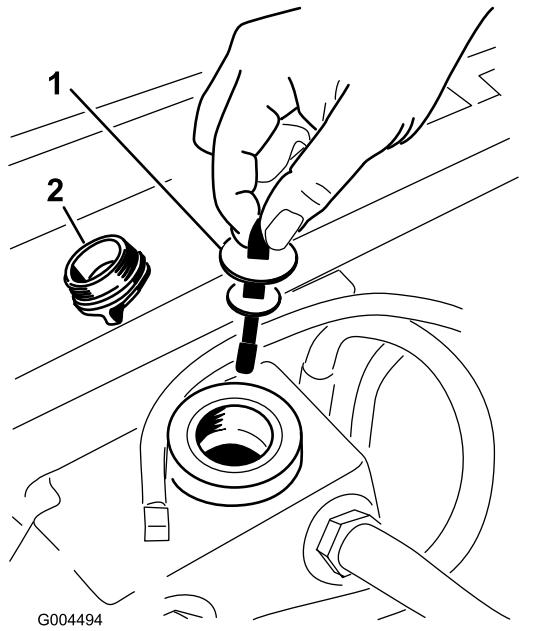

Figura 85
5. Retire el tapón de llenado de aceite hidráulico del cuello de llenado (Figura 85).
6. Retire la varilla y límpielo con un paño limpio (Figura 85).
7. Introduzca la varilla en el cuello de llenado; luego retírela y verifique el nivel del aceite (Figura 85).